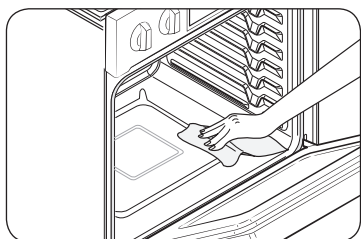

Fig. 1
- Retirez la grille métallique, la lèchefrite, le gril de la lèchefrite, le papier d'aluminium et tous les ustensiles du four. (Fig. 1).
- Essuyez les résidus qui se trouvent au fond du four. (Fig. 1).